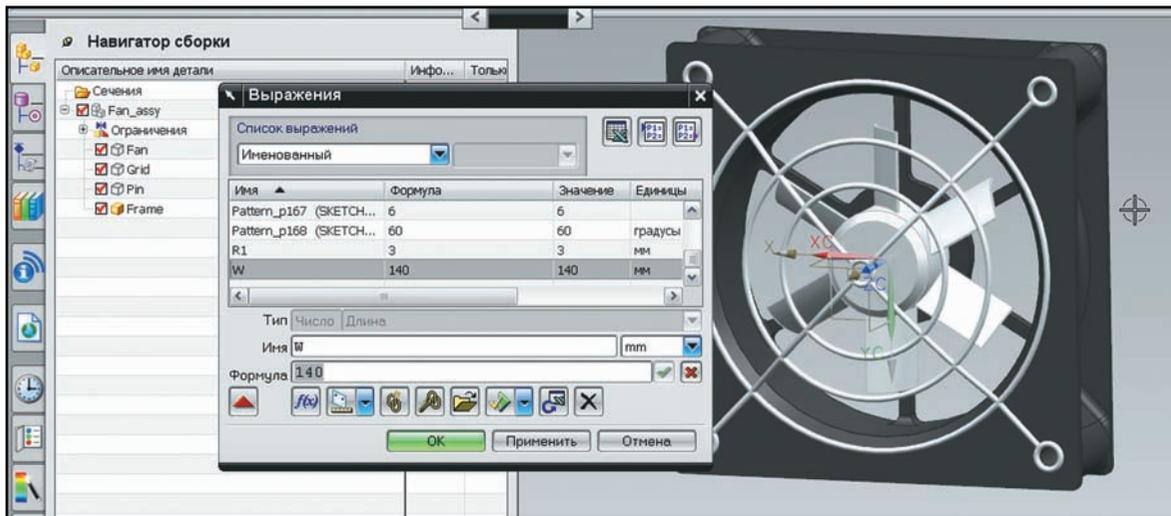

Рисунок 4.26. Изменение параметров модели
- Двойным щелчком в **Навигаторе сборки** на компоненте Frame сделайте его рабочей деталью и откройте диалог редактирования выражений. Найдите переменную *W* со значением 120, которая определяет габариты корпуса вентилятора, и поменяйте её значение на 140 и нажмите кнопку **Применить**. Компоненты сборки перестроятся, за исключением модели самого вентилятора, так как в данный момент межмодельные связи заморожены для изменений (рис. 4.26).